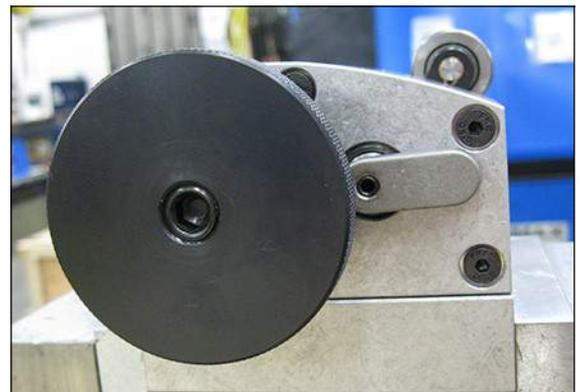

ABBILDUNG 5-3. POSITION NOCKENARM UND SCHLITZ
2. Stellen Sie den Hahn und den Nockenarm so ein, dass sie wie rechts dargestellt positioniert sind, Abbildung 5-3. In dieser Position kann der Hahn beim Rutschen des Nockenarms vorwärts bewegt werden, da die Klemmschraube des Nockenarms auf den richtigen Drehmomentwert eingestellt ist.